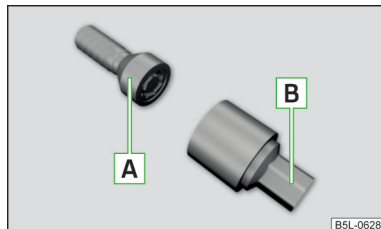

Fig. 199
- Introduzca el adaptador B » fig. 199 con su lado dentado hasta el tope en el dentado interior del tornillo de rueda antirrobo A de tal modo que ya sólo sobresalga el hexágono exterior.